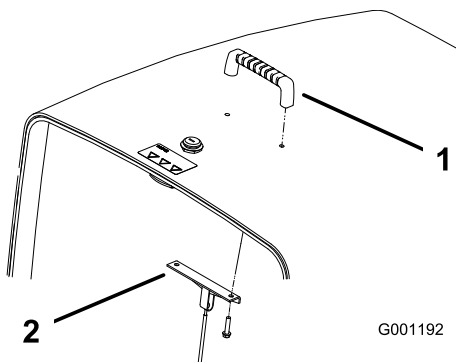

Figure 5
- Montez la poignée et le support de câble sur le capot au moyen de 2 vis (Figure 5).